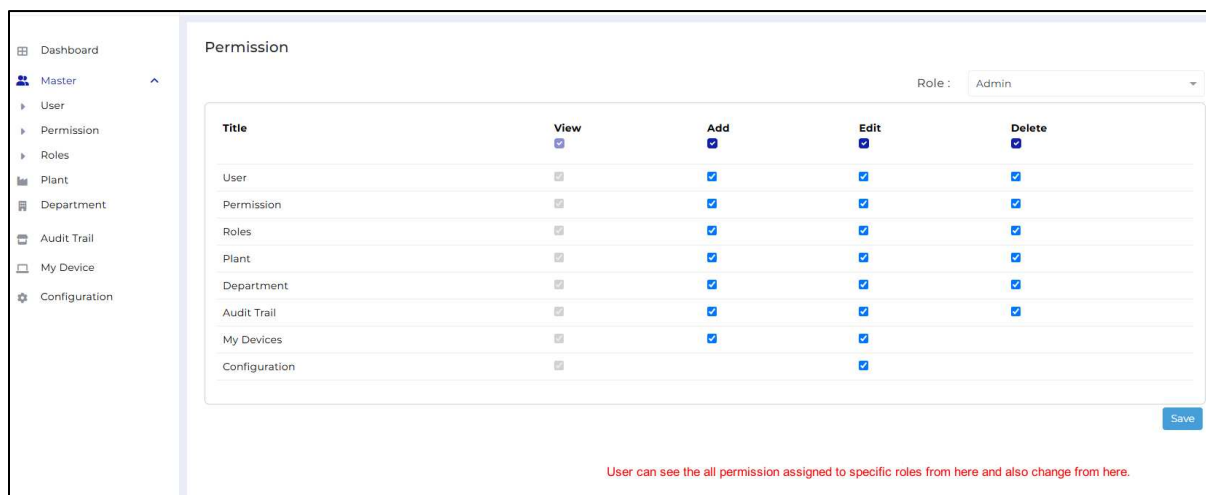

Figura 41 Asignar permisos a roles en la aplicación EMS Cloud
- Asignar/editar el permiso para cada rol usando la pestaña de permisos como se muestra en la figura 41.